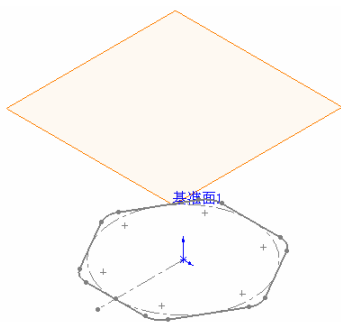
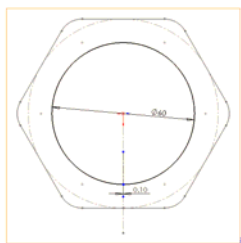

图 9-116 生成基准面
图 9-117 绘制开环的圆草图
② 绘制第 2 个草图。选择菜单栏中的“插入”→“参考几何体”→“基准面”命令或者单击“参考几何体”工具栏中的“基准面”图标, 弹出“基准面”对话框，在对话框中“选择参考实体”栏中选择上视基准面，键入距离值：80，生成与上视基准面平行的基准面，如图 9-116 所示。使用上述相似的操作方法，在圆草图上绘制一个 0.1mm 宽的缺口，使圆草图为开环，如图 9-117 所示。单击“退出草图”图标.
③ 选择菜单栏中的“插入”→“钣金”→“放样的折弯”命令，或者单击“钣金”工具栏中的“放样折弯”图标, 弹出“放样折弯”属性管理器，在图形区域中选择两个